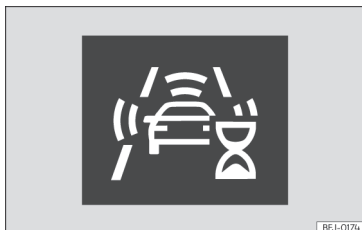

Fig. 184 No ecrã do painel de instrumentos: indicação de autocalibração inicial do sistema.
- Durante vos primeiros instantes de condução após unir a ignição, devido à autocalibração inicial do sistema. Durante esse período mostra-se um ícone de estado » **Fig. 184.**